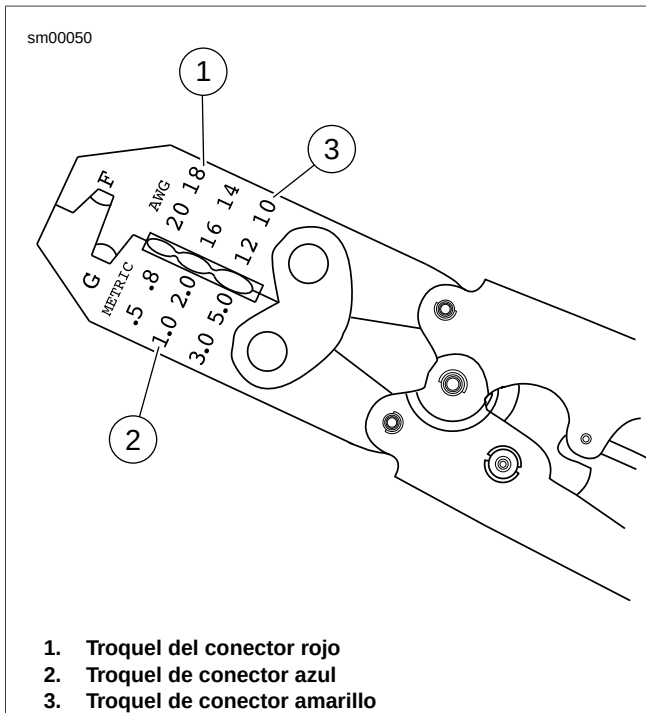

Figura A-47. Herramienta para engarzar Packard (HD-38125-8)
- Vea Figura A-47. Abra el trinquete de la HERRAMIENTA PARA ENGARZAR PACKARD (pieza N° HD-38125-8) apretando para cerrar los mangos.